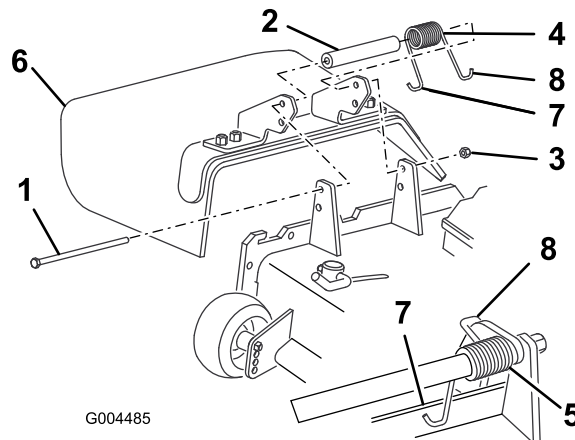

Bild 76
2. Entfernen Sie die Sicherungsmutter, Schraube, Feder und das Distanzstück, mit denen das Ablenkblech an den Drehhalterungen befestigt ist (Bild 76).
3. Legen Sie das Distanzstück und die Feder zwischen die Halterungen des Ersatzablenkblech (Bild 76).
befindet, bevor Sie die Schraube einsetzen, wie in Bild 76 abgebildet.
Hinweis: Führen Sie das J-förmige Hakenende der Feder um das Ablenkblech (Bild 76).